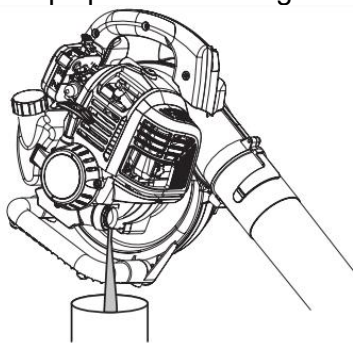

Fig. 11
- 3) Basculez l'unité verticalement pour verser l'huile hors de l'orifice de remplissage d'huile et dans un récipient (Fig. 11). Prévoyez suffisamment de temps pour un drainage complet.